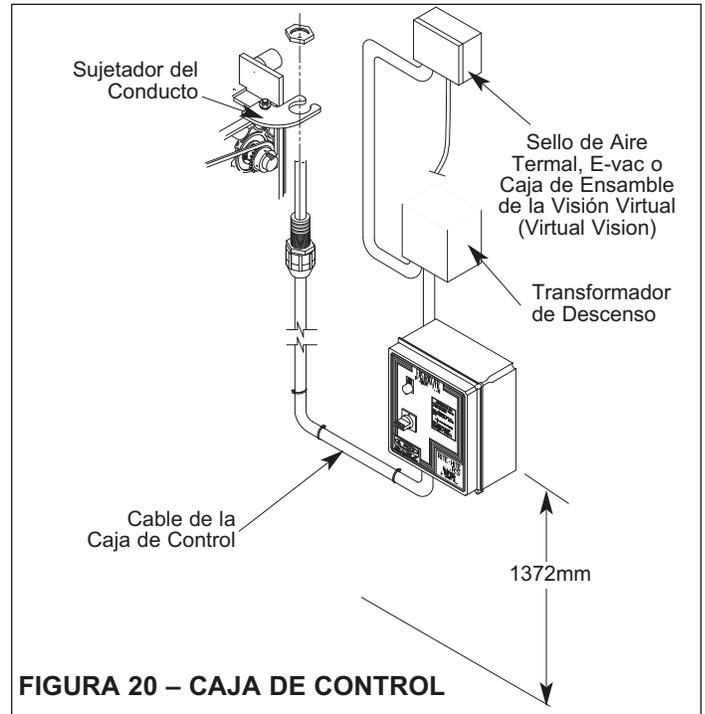

FIGURA 20 – CAJA DE CONTROL
5. Colocar la caja de control en la pared adyacente a la puerta a una altura de aproximadamente 54" del nivel del piso, Figura 20.